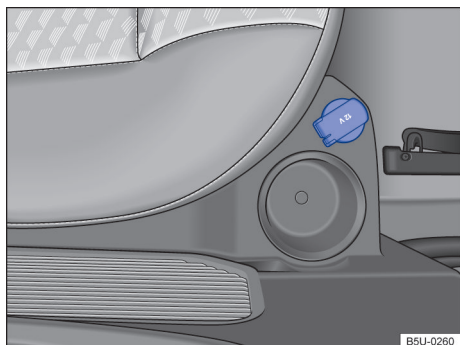

Fig. 107 En el lateral del asiento trasero: toma de corriente de 12 V - Nueva Saveiro doble cabina
- En el portaobjetos del lado derecho del asiento trasero → fig. 107.